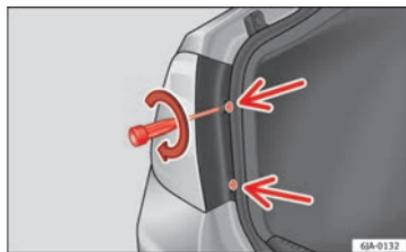

Fig. 167 Montar la unidad trasera
- Con el destornillador de dotación o una llave Torx 20 (T20) atornillar (girando en sentido horario ⇒ fig. 167) los dos tornillos de fijación de la zona frontal del piloto. ■